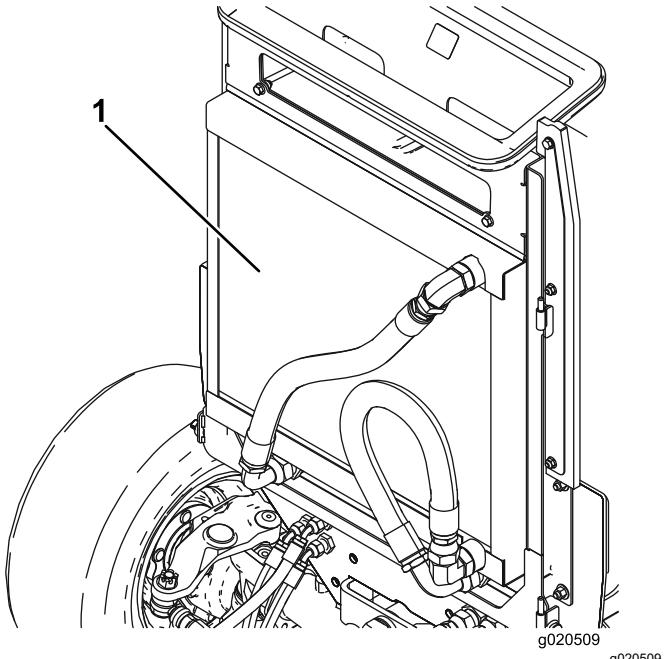

**Figura 145**
2. Desenganche y abra la rejilla trasera (Figura 145).